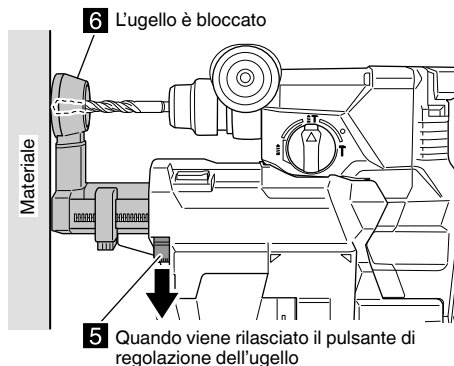

Fig. 7
- (4) Rilasciare il pulsante di regolazione dell'ugello per bloccare la posizione dell'ugello. (Fig. 7)